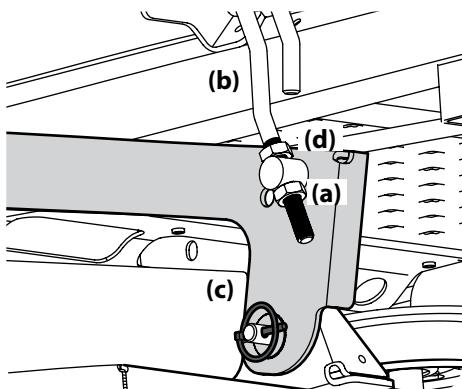
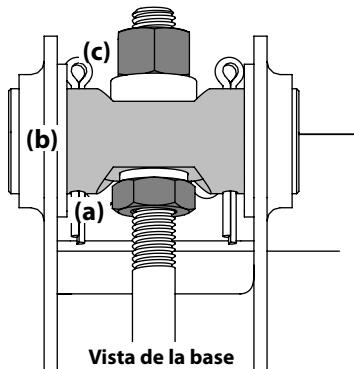

Figura 4-6
Figura 4-7
- Afloje la contratuerca inferior (a) del brazo de elevación ajustable (b) que está conectado al brazo de elevación de la plataforma (c) a fin de bajar la plataforma y ajuste la contratuerca superior (d) para sujetar la plataforma en su lugar, afloje la contratuerca superior (d), luego ajuste la contratuerca inferior (a) para sujetar la plataforma en su lugar. Consulte Figura 4-6. Consulte Figura 4-7.
- Con una llave, eleve la parte delantera de la plataforma, para lo que debe aflojar las tuercas de seguridad (a) al frente del pasador de pivote (b) y luego ajuste las contratuercas (c) en la parte posterior de dicho pasador para elevar la parte delantera de la plataforma y sujetarla en su lugar. Consulte Figura 4-7.
- Con una llave, baje la parte delantera de la plataforma, para lo que debe aflojar las tuercas de seguridad (c) de la parte posterior del pasador de pivote (b) y luego ajuste la contratuerca (a) en el frente de dicho pasador para bajar el frente de la plataforma y sujetarla en su lugar. Consulte Figura 4-7.